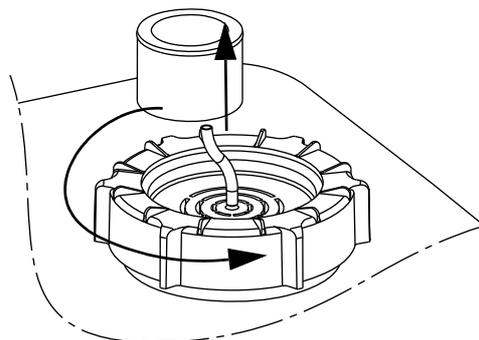

Abb. 33 Ausbauen des Staudruckrohrs
2. Den Schraubdeckel durch Drehen gegen den Uhrzeigersinn lösen. Siehe Abb. 33.